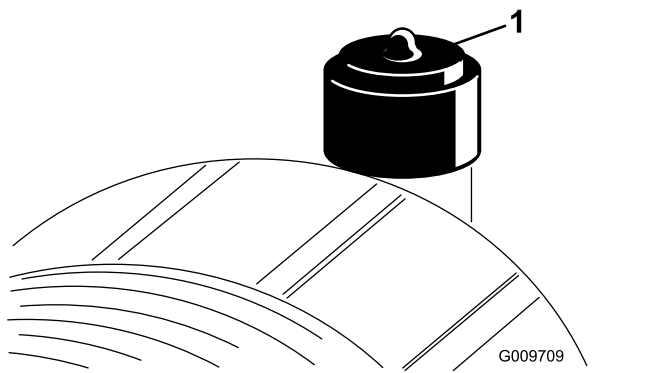

Figura 90
Effettuate la manutenzione del filtro dell'aria quando l'indicatore lo richiede (Figura 90). Sostituendo il filtro dell'aria prima del necessario si aumenta il rischio che la morchia penetri nel motore quando rimuovete il filtro.
2. Se la spia (Figura 90) è rossa, resettatela.